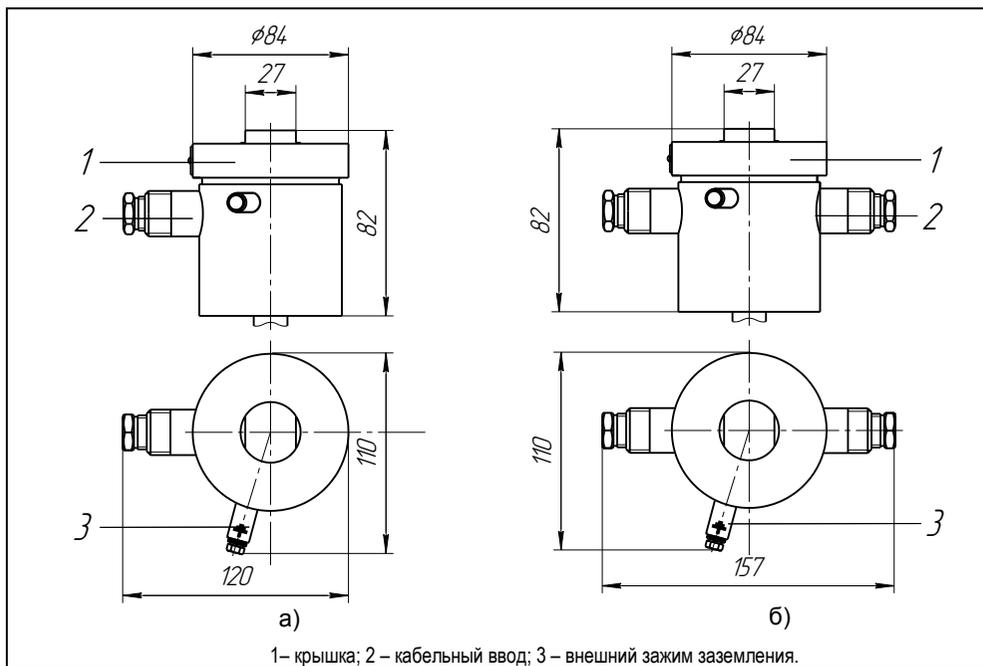

Рисунок 1.2 – Варианты исполнения корпуса ПМП-185:
1.4.1 Преобразователь (рисунок 1.2) состоит из корпуса, направляющей, на которой устанавливаются: устройство крепления, поплавки и ограничители хода поплавков.
Корпус ПМП-185 (рисунок 1.2) имеет сварную конструкцию, кабельные вводы и направляющая преобразователя соединяются сваркой. В зависимости от варианта исполнения, корпус и элементы кабельного ввода могут быть выполнены из стали 09Г2С, покрытой гальваническим цинком, краской, (исполнение по умолчанию) или из стали 12Х18Н10Т (исполнение **НЖ**).